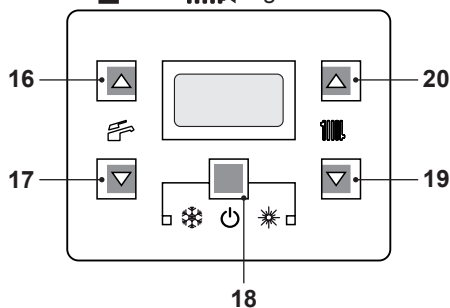

Figura 6.6
- Tenere premuto per 2 secondi il tasto 18 fino a far apparire sul display entrambe i simboli  e  (Figura 6.6).
- Spegnerla caldaia tenendo premuto per 2 secondi il tasto 18 (Figura 6.6) fino a far apparire sul display LCD il simbolo  (Figura 6.5).